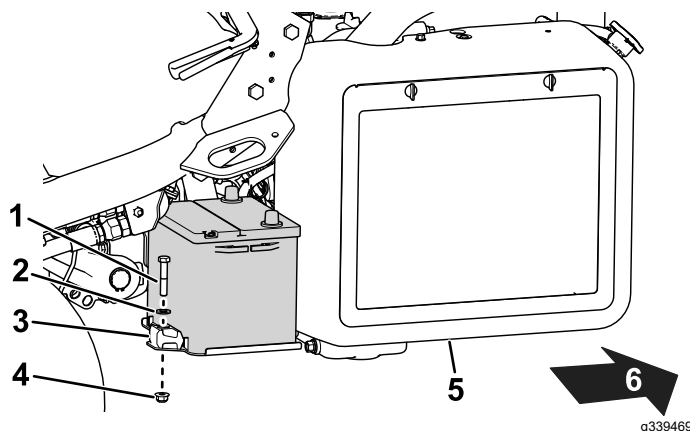

Figura 36
2. Îndepărtați elementele care fixează bateria în compartimentul său (Figura 36) i scoatei bateria.
5. Aezai bateria în compartimentul acesteia i fixai-o cu elementele de fixare îndepărtate anterior (Figura 36).